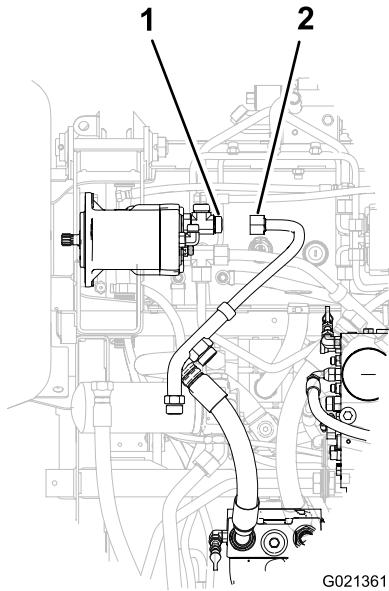

Figure 6
- Retirez l'écrou-raccord du tube de diviseur sur le raccord en T du moteur de traction avant droit, et déposez le tube de la machine (Figure 6).